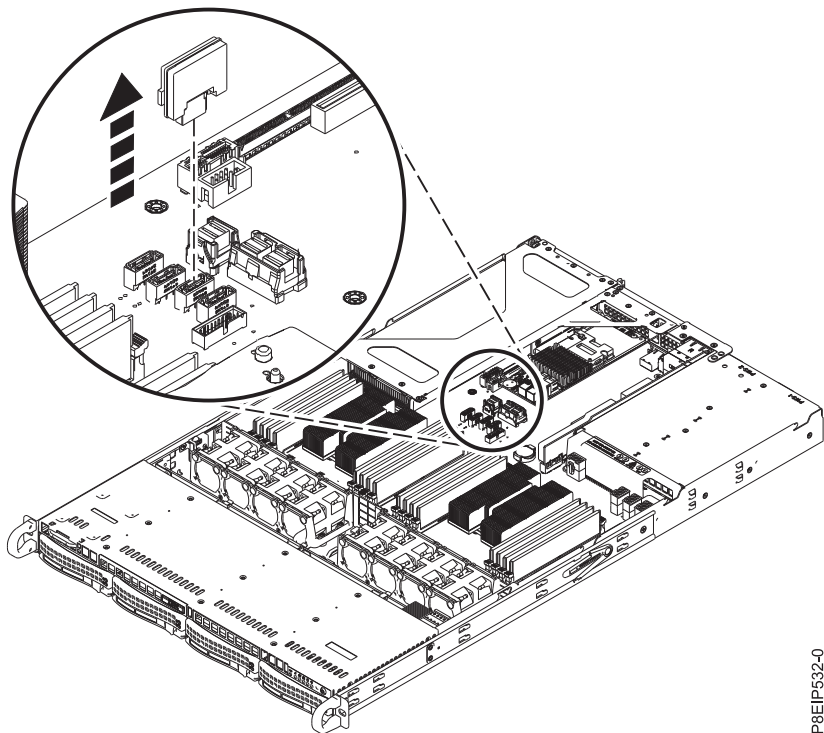

Figura 9. Removendo um DOM
2. Remova o DOM do painel traseiro do sistema conforme mostrado na Figura 9 na página 12. Dependendo do modelo do DOM, desconecte qualquer cabo de energia do DOM no painel traseiro do sistema.